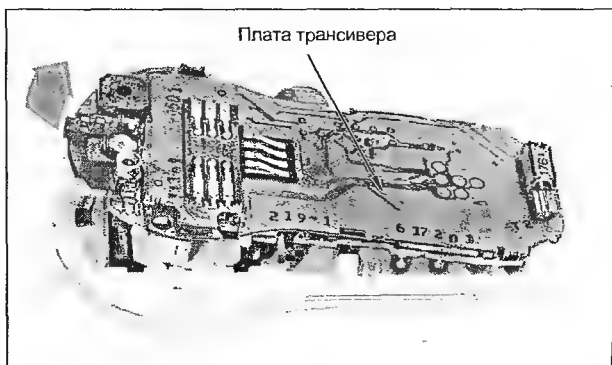

Рис. 4.9
- извлекают плату трансивера из передней панели корпуса, как показано на рис. 4.9;